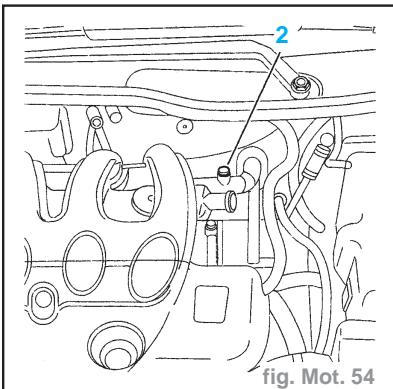

fig. Mot. 54
- Ouvrir la vis de purge (**2**) (fig. Mot. 54).